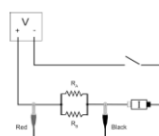

Figura 24: circuito em paralelo
1. Monte o circuito em paralelo mostrado na Figura 24 usando as duas resistências de 50Ω para ambas as resistências 1 e 2. Como na parte A a *Voltage Probe* é usada para medir a voltagem aplicada a ambas resistências. O terminal vermelho do *Current Probe* deve estar em direção ao terminal + da fonte de alimentação. O *Current Probe* é usado para medir a corrente.